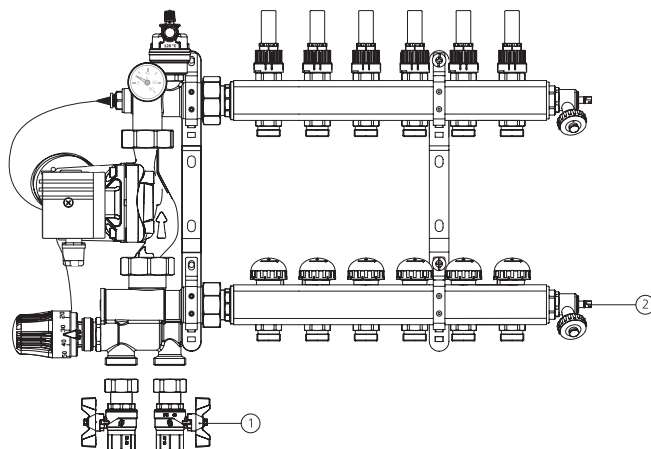

Рис. 5
2. закрыть шаровые краны (рис. 5 поз. 1) и все запорные клапаны (или расходомеры) коллекторной группы;
3. слить теплоноситель через нижний коллектор с помощью сливного клапана (рис. 5 поз. 2);